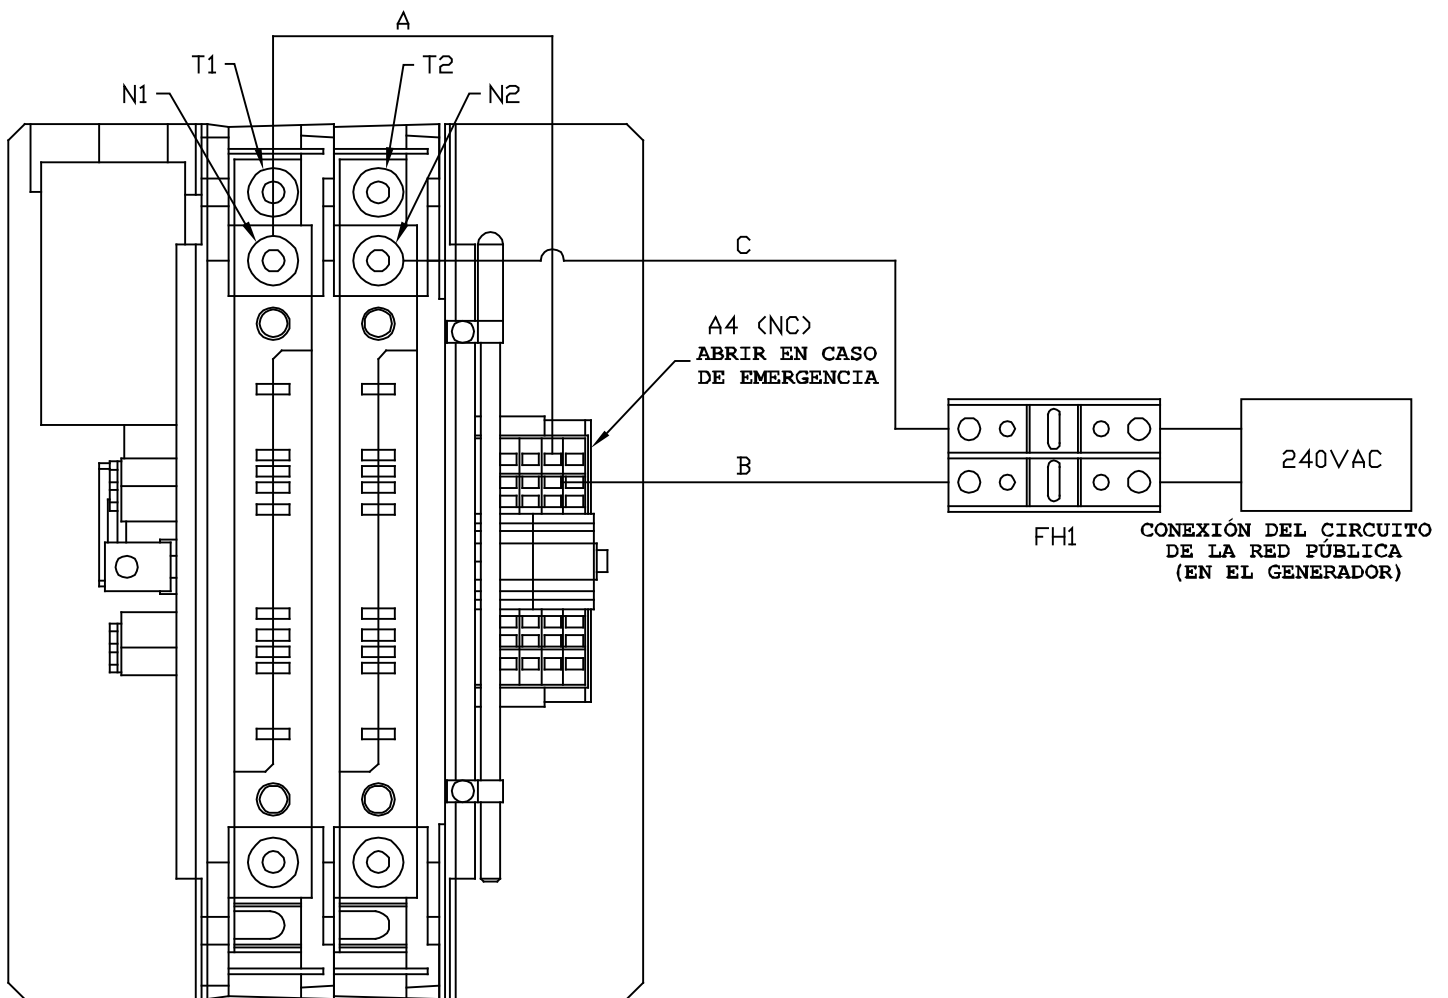

Figura 9 - Diagrama de conexiones GE
Para llevar a cabo el siguiente procedimiento de conexión, consulte el diagrama de conexiones GE (Figura 9, página 6), el manual de instalación del generador y el manual del conector GE.
8. Conecte la orejeta de anillo del conjunto de cables C al portafusibles (FH1). Consulte la Figura 9.